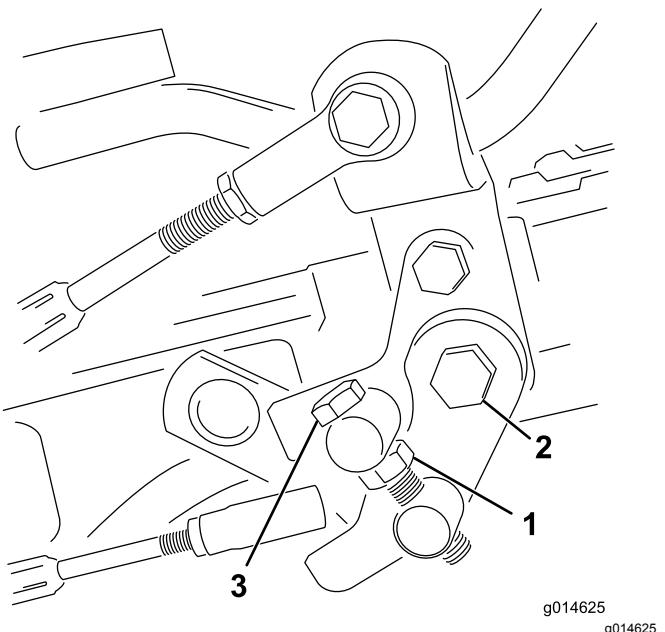

図 34
- トラニオンボルトのジャムナットをゆるめる図34。
| 4. トラニオンボルトのジャムナット、およびペダルピボットのナットを締め付けて調整を固定する図34。調整を確認し、必要に応じて再調整する。 |